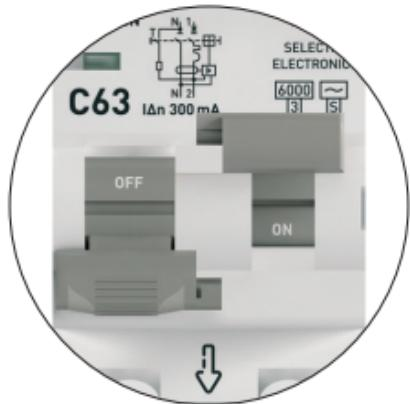

Рис. 5. Индикация срабатывания АВДТ-63Н по короткому замыканию или перегрузке
Рукоятка управления АВДТ состоит из двух частей. При срабатывании АВДТ по причине возникновения короткого замыкания или перегрузки, левая часть рукоятки управления переходит в нижнее положение (OFF), а правая рукоятка остаётся в верхнем положении (ON), как показано на рис. 5.